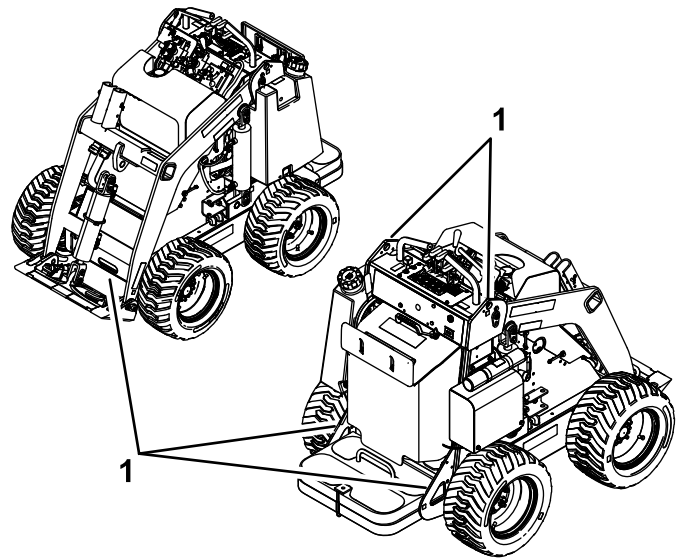

Bild 18
8. Befestigen Sie die Maschine mit den Metallbefestigungsschleifen und Riemen, Ketten, Kabel oder Seilen am Anhänger oder Pritschenwagen (**Bild 18**). Halten Sie die örtlichen Vorschriften für die Vergütung ein.
Sie können die Maschine mit den Vergurtungsstellen bzw. Hebeschlaufen als Hebestellen anheben, wie in Bild 18 abgebildet.